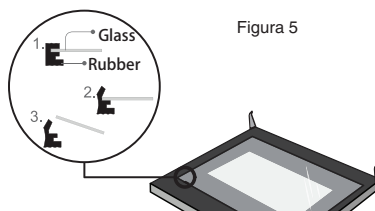

Figura 6
6. Después de sacar el vaso interior, por favor saque el vidrio de la capa media como se muestra en la Figura 6.